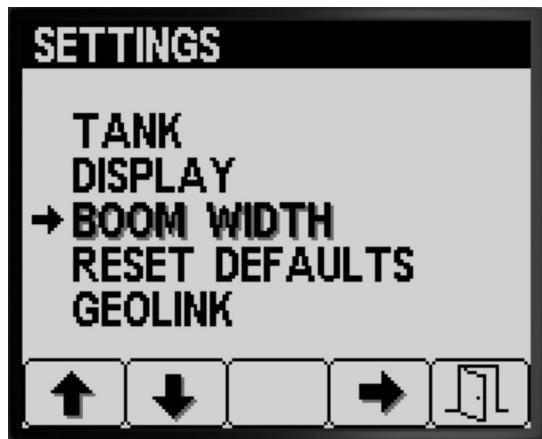

Figure 32
1. Appuyez sur le bouton 2 de l'écran Réglages jusqu'à ce l'option LARGEUR DE RAMPE soit atteinte (Figure 32).
2. Appuyez sur le bouton 4 pour sélectionner l'option LARGEUR DE RAMPE (Figure 32).